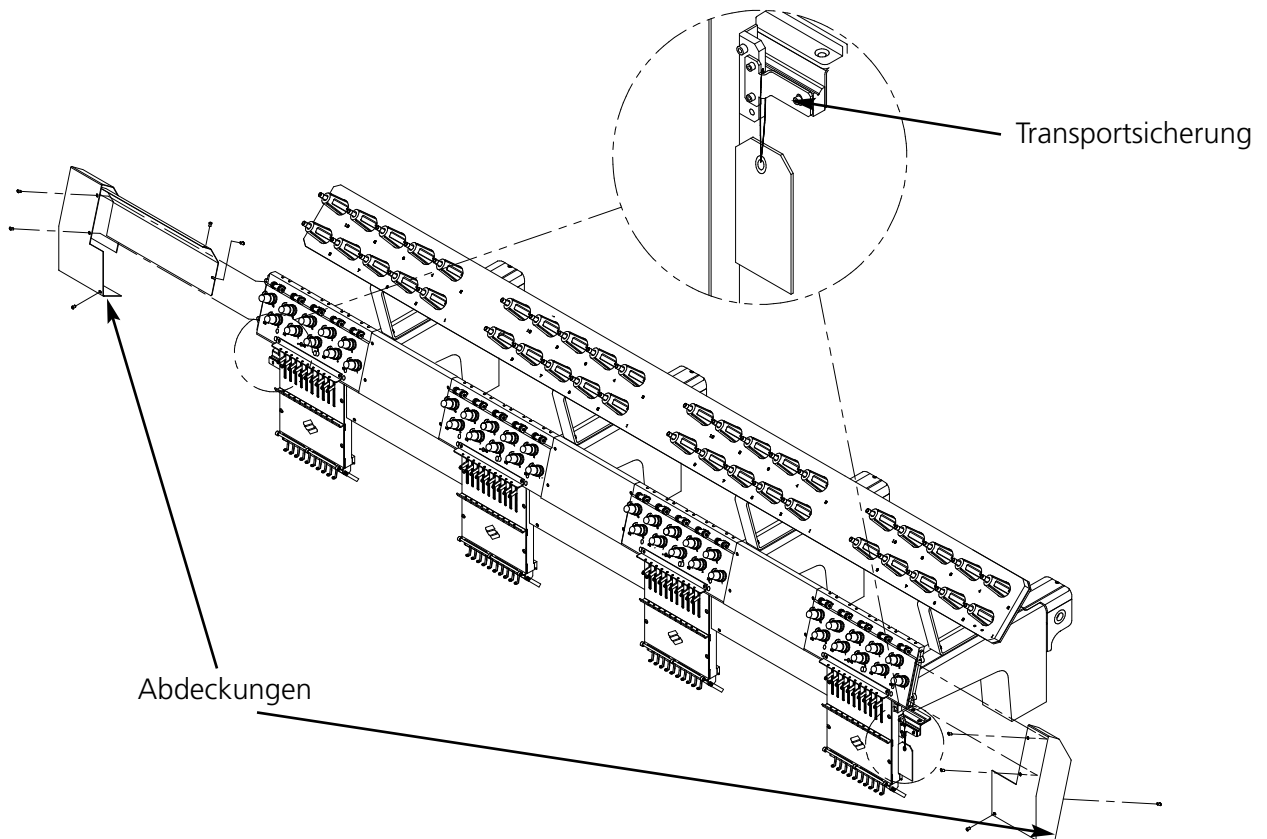

Abbildung 1-20
1. Die beiden Beschläge entfernen (an jeder hängt ein Gefahrenschildchen). Siehe Abb. 1-20.
3. Die linke und die rechte Seitenabdeckung wie in Abb. 1-20 anbringen. Die Schrauben für die Abdeckungen sind an der Maschine angebracht.